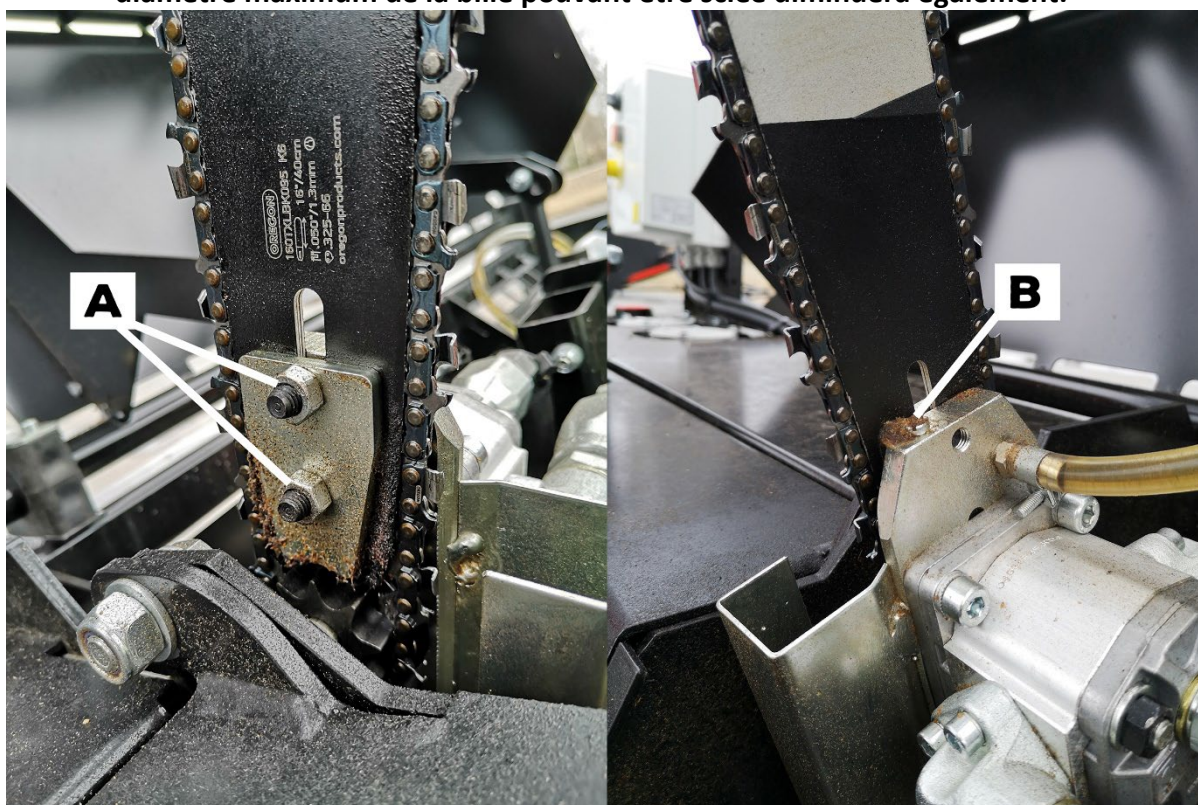

Figure 34
- 2 Desserrez les écrous de fixation du guide-chaîne (à l'aide d'une clé de 13 mm). Fig. 34 A.
- 3 Desserrez la vis de serrage du guide-chaîne. Fig. 34 B.